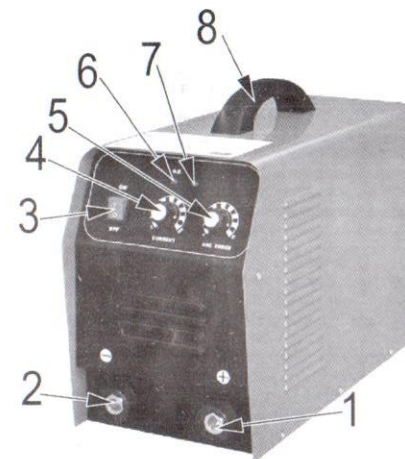

Рис.1
- На передней панели аппарата расположены: индикатор электросети (6), индикатор перегрева (7), поворотная рукоятка регулятора силы тока (4), регулятор силы дуги (5), силовые клеммы (1) и (2) (См. Рис.1) быстроръемные разъемы для подключения сварочного кабеля с электрододержателем, и заземляющего кабеля с зажимом.
- На передней панели расположена клавиша пускового выключателя (3).
- Настройка аппарата на необходимую величину сварочного тока производится поворотом рукоятки (4) по часовой стрелке.
- Настройка силы форсирования сварочной дуги (ARC-FORCE) производится поворотом рукоятки (5) по часовой стрелке.
- Данный аппарат оборудован автоматическим термостатом, защищающим его от перегрузок и перегрева. При достижении критической температуры, термостат автоматически отключает цепь электропитания, и включает индикатор термостата (7) (См. Рис.1) на передней панели. После охлаждения, термостат автоматически снова включает аппарат в работу. При частом срабатывании термостата проверьте правильность расположения аппарата (ограничение циркуляции воздуха в рабочей зоне), понизьте нагрузку (рабочий цикл).
- Выберите полярность сварки и подключите сварочный кабель с электрододержателем и заземляющий кабель с зажимом к соответствующим силовым клеммам (1) и (2)(См. Рис.1), закрепите поворотом вправо до упора.
- Подключите сварочные кабели к соответствующим силовым клеммам (1) и (2)(См. Рис.1) на передней панели аппарата.